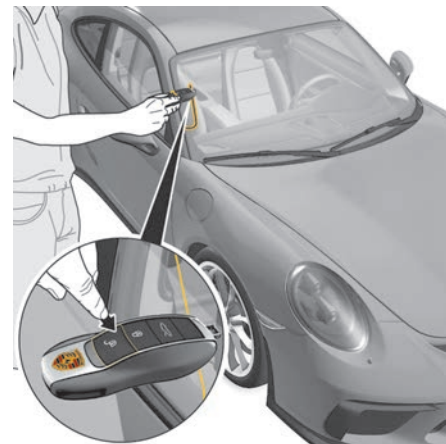

Fig. 219 : Déverrouillage de secours en cas de dysfonctionnement de la télécommande
- ▶ Placez la clé du véhicule sur le bord extérieur du pare-brise, côté passager et appuyez en même temps sur la touche  (fig. 219).